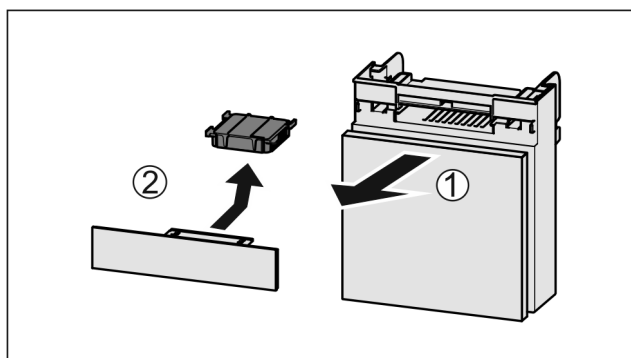

Fig. 185
- ▶ Tõmmake Fig. 185 (1) laegas ettepoole välja.
- ▶ Võtke Fig. 185 (2) aktiivsoefilter välja.